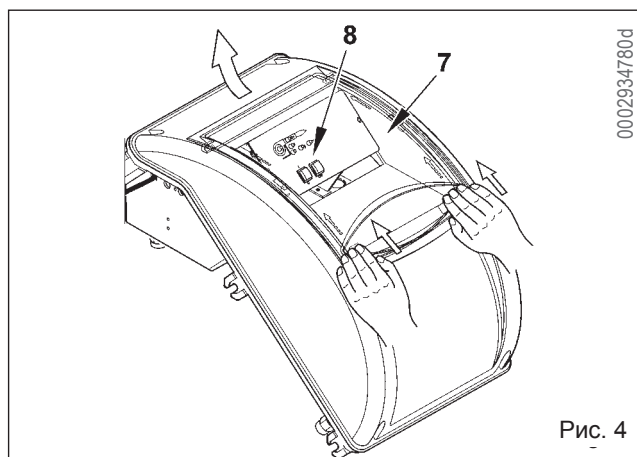

Рис. 4
- 4) Для закрытия крышки электрического щита, заверните четыре винта (1) моментом затяжки, равным приблизительно 5 Нм, для обеспечения хорошего уплотнения. Для получения доступа к приборному щитку (8) отцепите прозрачное окошко (7) легким надавливанием руки в направлении стрелок, как показано на рис. 4. Подождите, пока окошко слегка не продвинется, а после этого снимите его с крышки.
- 5) Для правильного расположения прозрачного окошка на щите поступайте на основании указаний, данных на рисунке 5. Поместите крюки в соответствующие гнёзда (9) и продвигайте окошко в направлении, указанном стрелкой, до тех пор, пока не услышите легкий щелчок. Теперь должно уплотнение гарантировано.